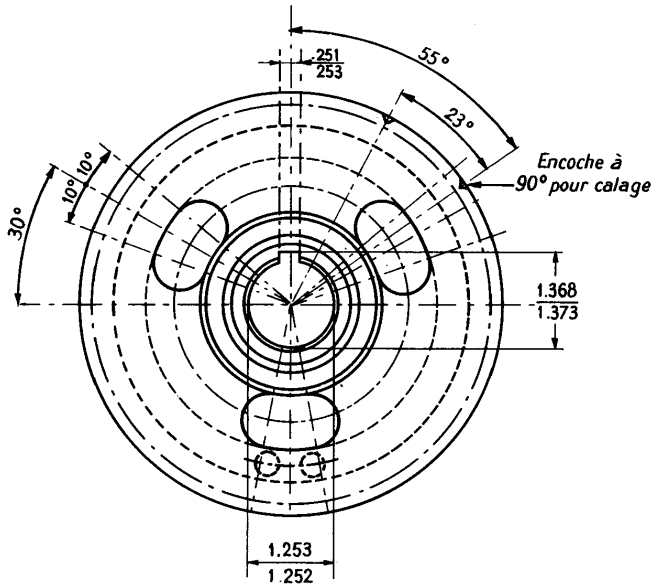

Fig. 79. - Angle de calage
- Amenez à l'aide de la manivelle le piston du 1er cylindre au point d'injection (1er repère sur la poulie de vilebrequin - voir fig. 79).